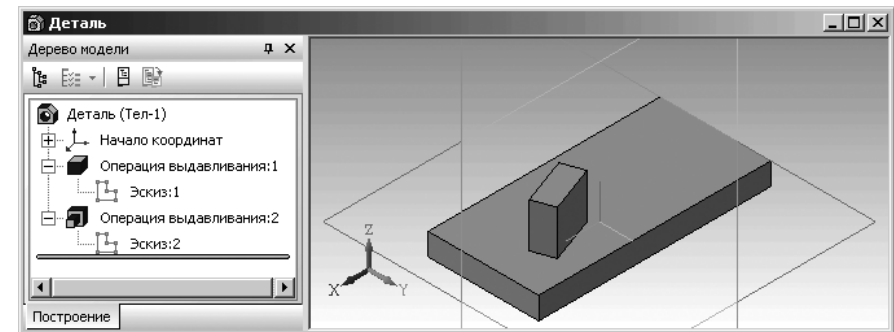

Рис. 2.145. Новое местоположение второго элемента детали относительно первого
- введите значение второй координаты, например, (2), а затем нажмите клавишу **Enter** для фиксации ввода координат новой точки привязки;
- щелкните на **Панели специального управления** по кнопке **Создать объект**. Получим новое местоположение второго элемента детали относительно первого (рис. 2.145).